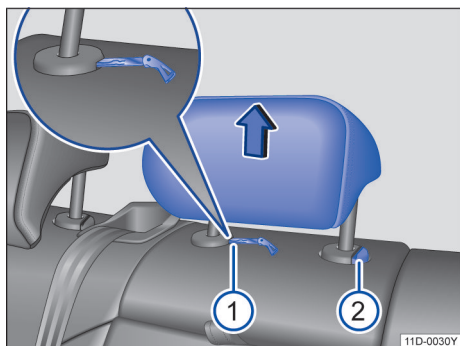

图 68 拆卸和安装后排头枕
- 将打开的汽车钥匙头或螺丝刀插入护套的槽内 → 图 68 ①。
- 同时按压按钮 ②，另一人将头枕完全拔出。
- 按住按钮 → 图 68 ② 向下移动头枕。